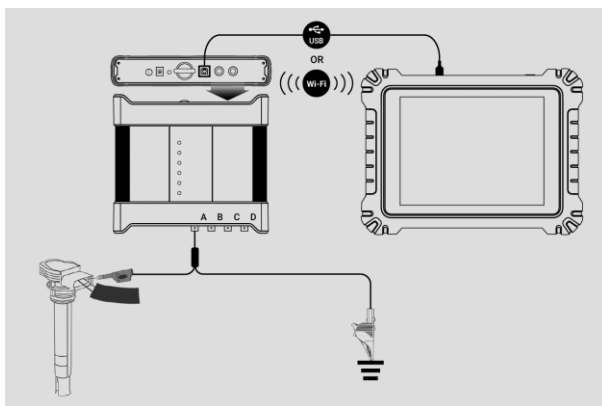

Figura7-1 Diagrama de Conexão
1. Insira as extremidades dos terminais ou pontas de prova aplicáveis nos canais de entrada para concluir a conexão. (Consulte Figura7-1 Diagrama de Conexão.)